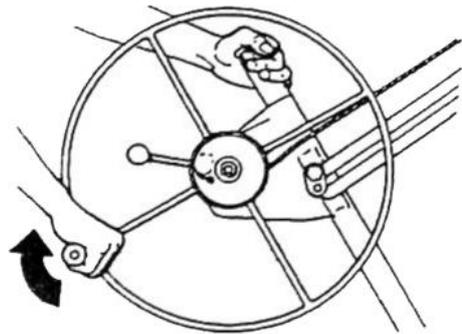

Bild 16
5. Drehen Sie das Windenrad, wie abgebildet, eine volle Umdrehung im Uhrzeigersinn. Dadurch wird die innere Teleskopbaugruppe angehoben (**Bild 16**).